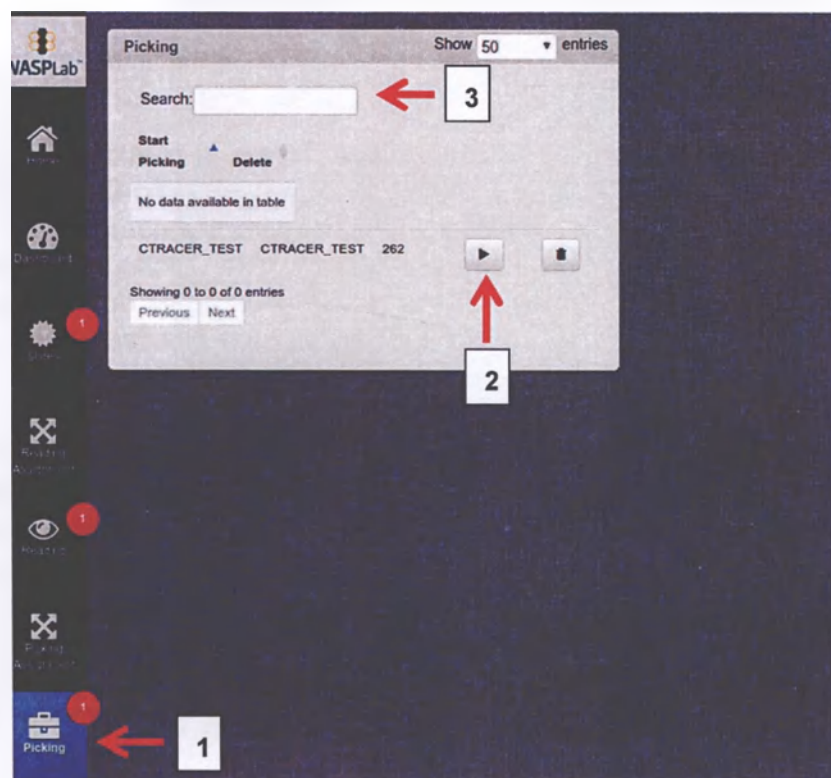

Рисунок 4.9 Выбор задачи выделения
Войти в меню **Picking** (1), нажав на соответствующий значок на главной панели. В меню выделения находится список доступных изображений пластинки. Выбрать пластинку из списка и нажать значок **Start Picking** (2) (Начать выделение). Для быстрого поиска изображения пластинки нажать текстовое поле **Search** (Поиск) и отсканировать штрих-код пластинки или ввести номер штрих-кода (см. Рисунок 4.9).